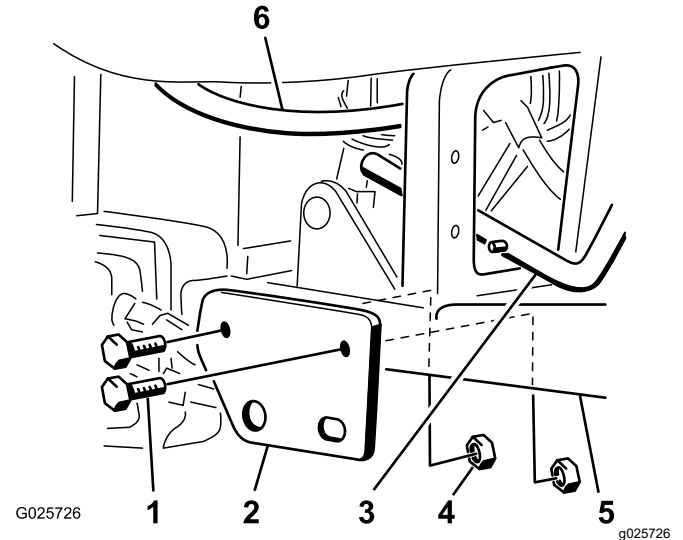

Bild 2
5. Befestigen Sie die Befestigungshalterung des Vertikutierer-Hubhebels mit zwei Schrauben (1/2" x 3-1/4") und dünnen Sicherungsmuttern (1/2") an den rechten Fußplattformrohren, wie in **Bild 2** dargestellt.
Hinweis: Zwischen der Hydraulikleitung und dem Hubhebel muss ein Abstand von mindestens 3 mm bestehen. Ändern Sie ggf. die Verlegung der Hydraulikleitung (Bild 2).